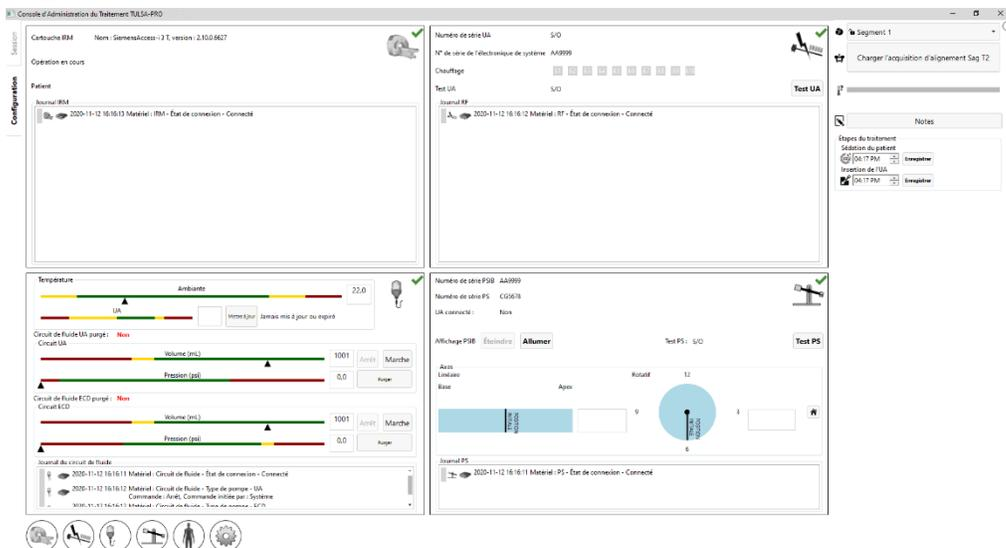
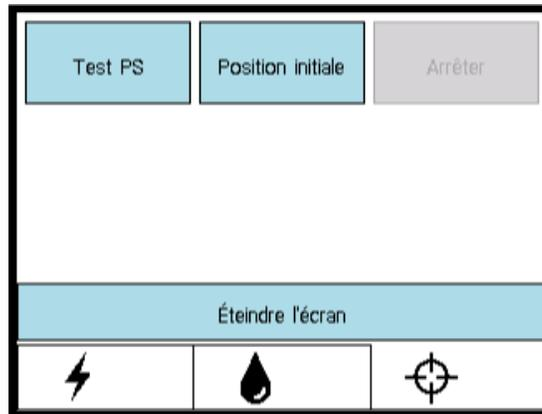
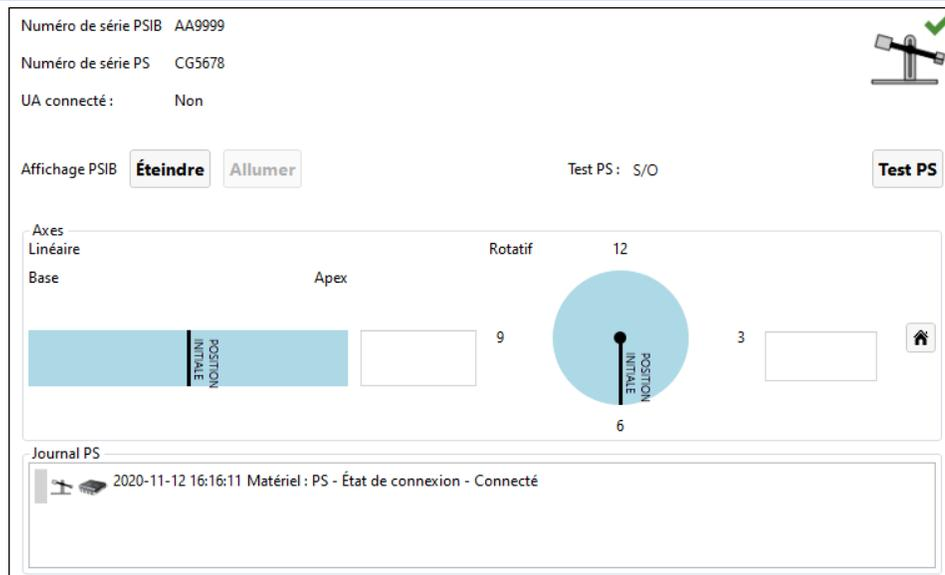

Figure 11 : Espace de travail Configuration du logiciel TDC
Figure 25 : Écran du PSIB - Onglet PS
Figure 26 : Encadré informatif PS dans l'espace de travail Configuration
- Après avoir sélectionné **Nouvelle session**, l'utilisateur arrive dans l'espace de travail **Configuration** (Figure 11), qui permet de vérifier que tous les équipements fonctionnent correctement avant de poursuivre.
Sur l'écran du PSIB, cliquer sur **Test PS** (Figure 25). (Cela peut également être fait depuis l'espace de travail Configuration [Figure 11] de la TDC dans l'encadré informatif du PS dans la partie inférieure droite Figure 26.)